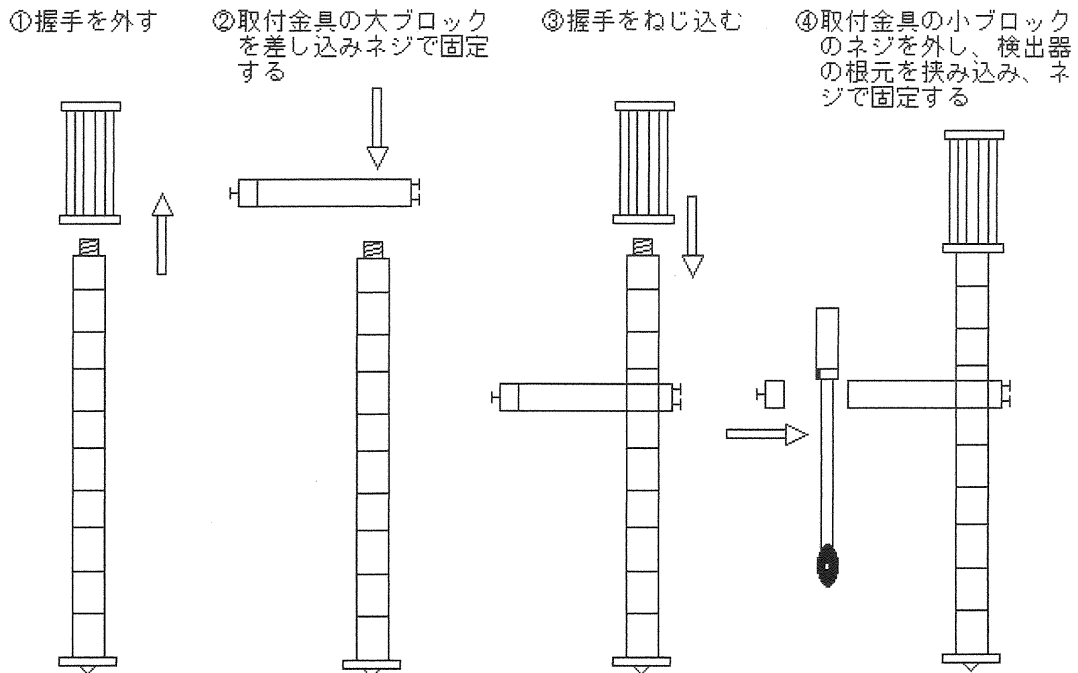

図 4
- ①ヘッドアンプホルダー
- ②センサーロッド
- ③センサーヘッド
- ④電極
- ⑤アース電極
9.3 検出器 LPT-500-25F (付図4参照)
- ①センサーヘッド
- ②電極
- ③接続ケーブル
- ④懸垂金具
- ⑤尾翼